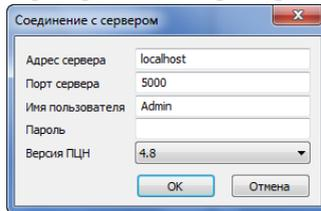

Рис.24. Задание параметров соединения
- ✓ в открывшемся окне *Соединение с сервером* укажите IP-адрес сервера ПЦН Мираж (пример: 91.216.211.154), порт сервера (по умолчанию - 5000), имя пользователя и пароль пользователя с правами администратора ПЦН Мираж (рис. 24);
- ✓ в открывшемся окне Соединение с сервером укажите IP-адрес сервера ПЦН Мираж (пример: 91.216.211.154), порт сервера (по умолчанию - 5000), имя пользователя и пароль пользователя с правами администратора ПЦН Мираж (рис. 24);